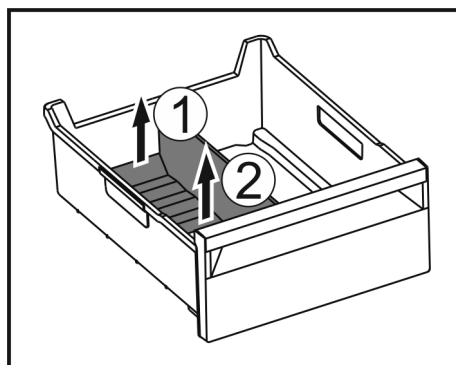

Fig. 115
- ▶ Podnieść tylną część separatora do szuflady na lód. Fig. 115 (1)
- ▶ Separator do szuflady na lód podnieść do góry. Fig. 115 (2)